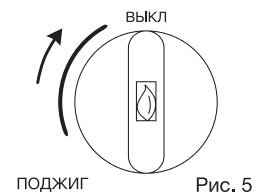

Рис. 5
5. Выключение горелки. Поверните ручку управления по часовой стрелке в положение («Выкл.») (Рис. 5). Пламя погаснет и газ подаваться не будет.